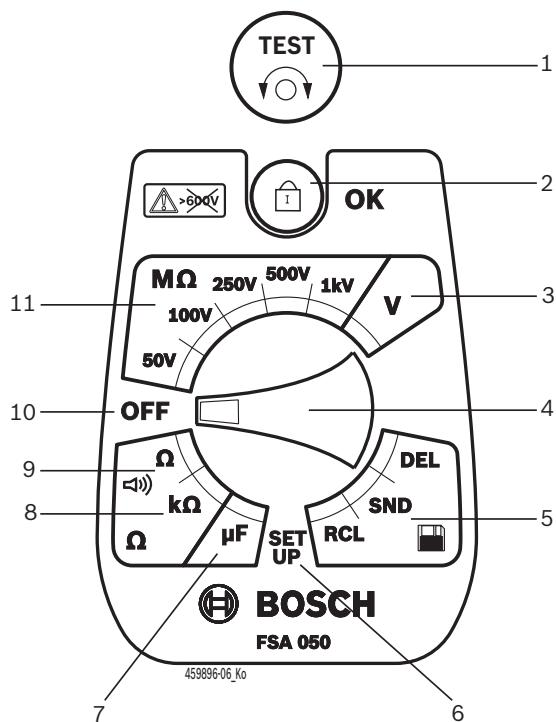

Fig. 2: Draaischakelaar/toetsen
- Zet de draaischakelaar op <SET-UP> (fig. 2, pos. 6).
- Druk ca. twee seconden lang op <TEST> (fig. 2, pos. 1).
- Druk op </OK>, om de gewenste waarde op te slaan (fig. 2, pos. 2).